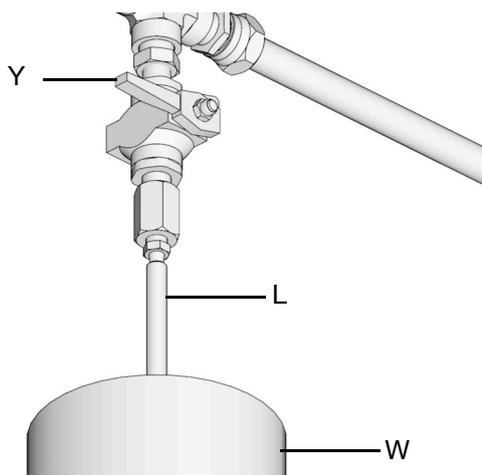

FIG. 20:
- a. Per scaricare la pressione fra la pompa di riempimento (F) e il dispositivo di arresto del riempimento automatico (B), aprire la valvola a sfera (bv) (FIG. 20). La pressione viene scaricata e il fluido in eccesso viene drenato attraverso il tubo di scarico (L) nel contenitore di troppo pieno di lubrificazione (W).